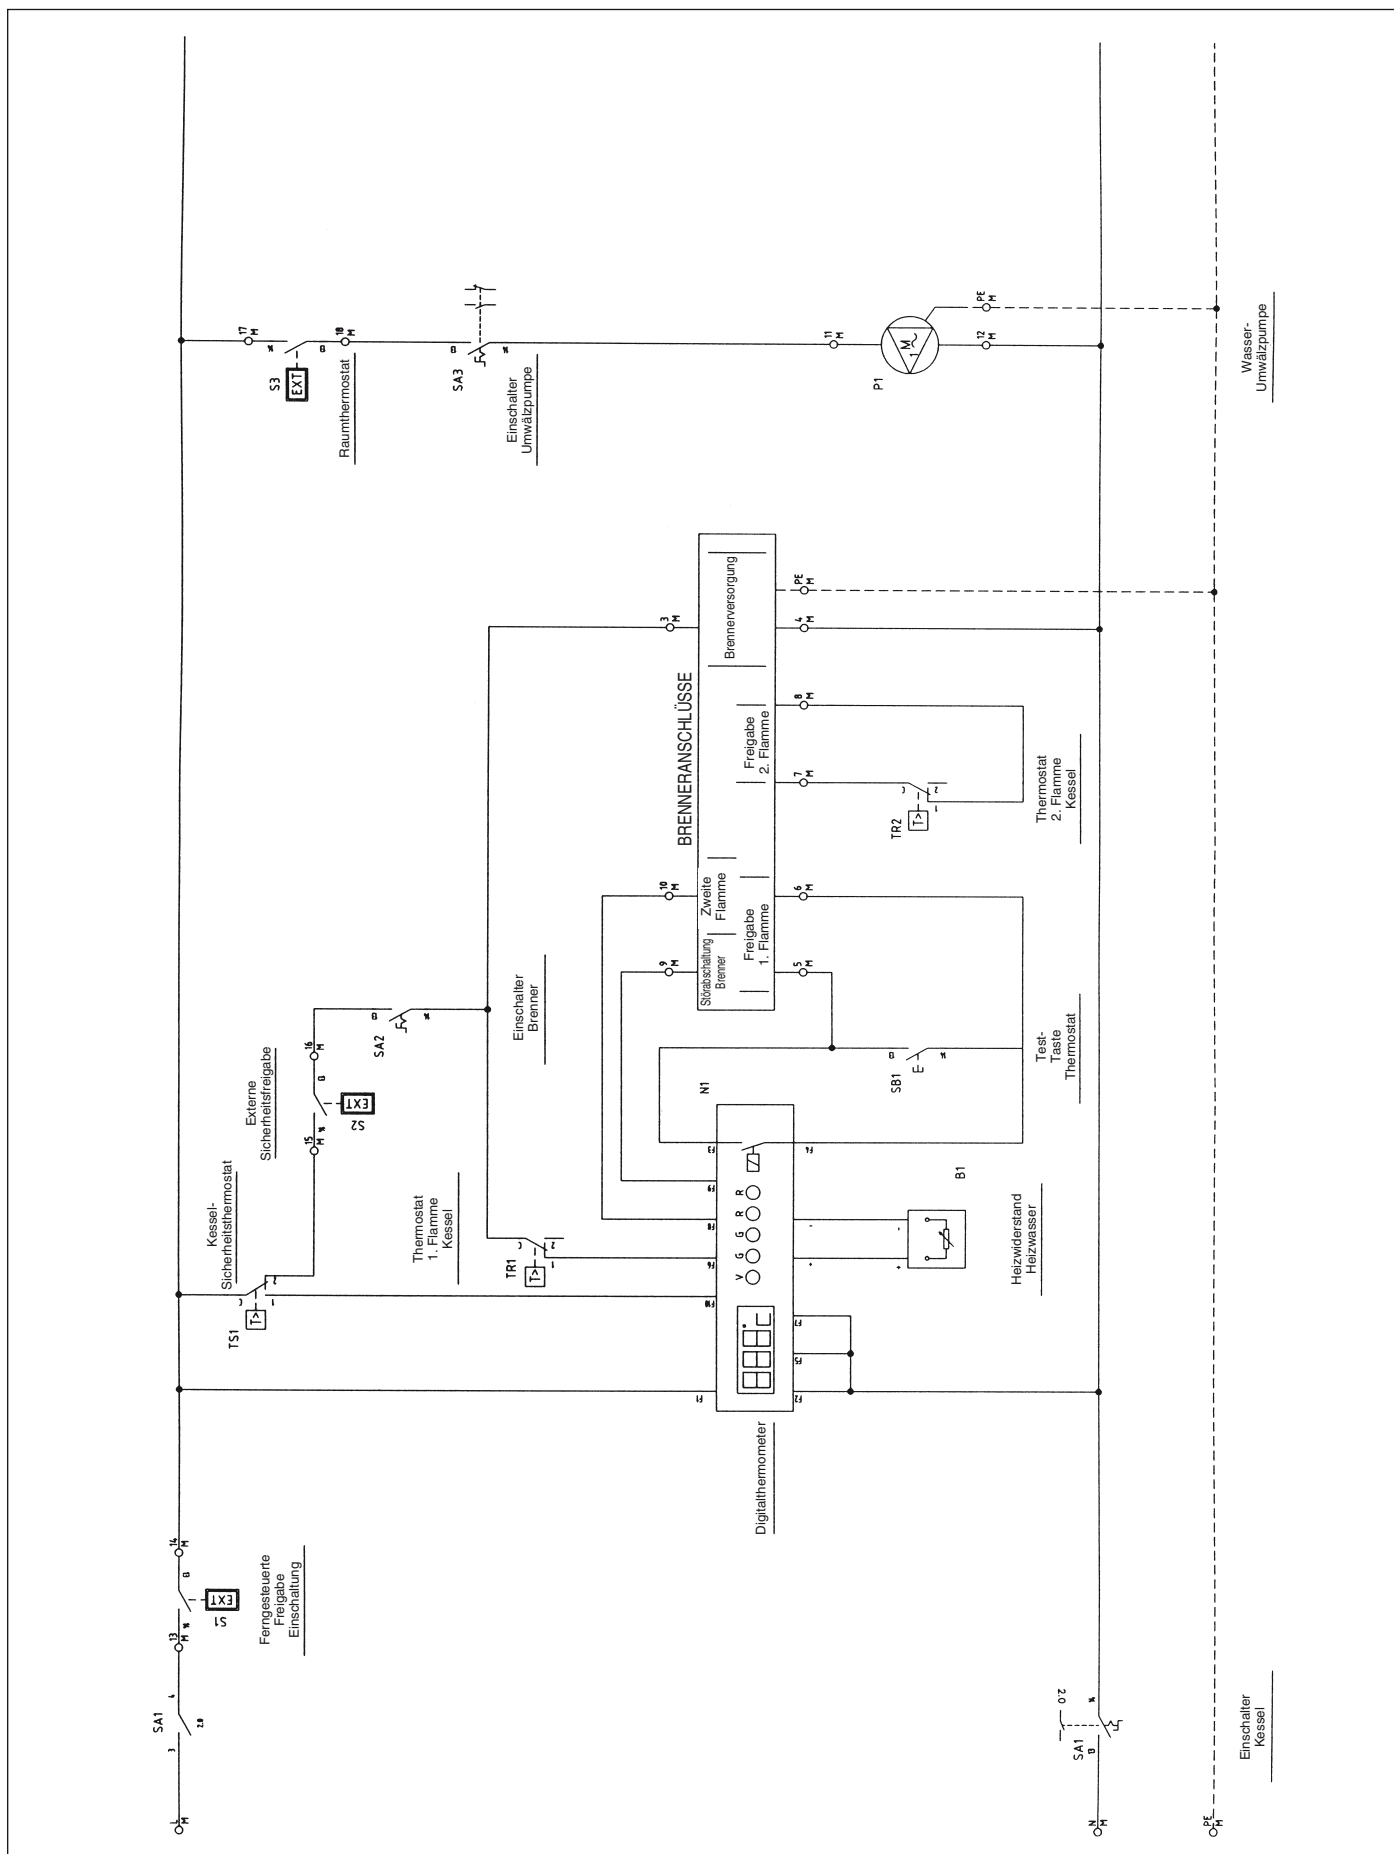

Abb. 17
9.4 Reinigung des Heizkessels (Abb. 17)